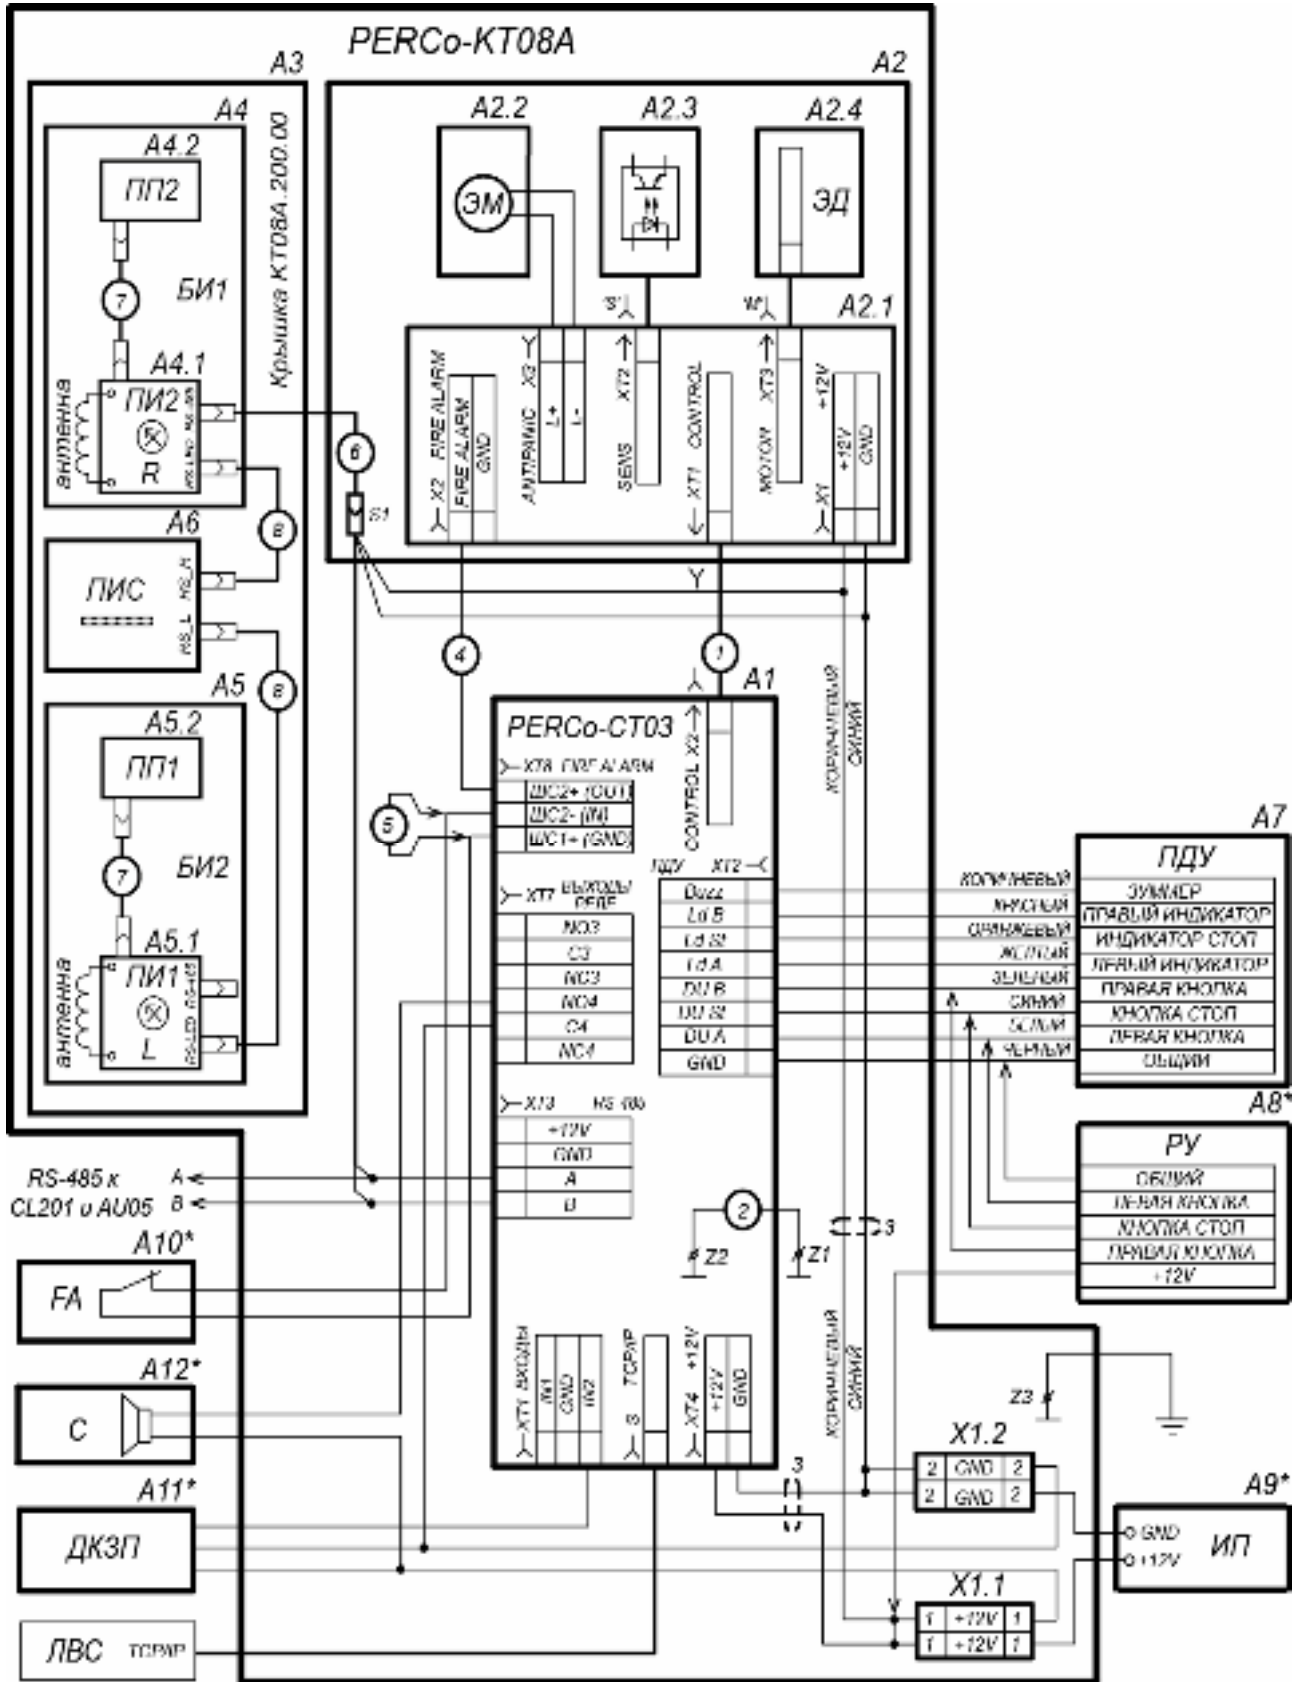

Рисунок 13. Схема подключения ЭП и дополнительного оборудования¹
10. Установите стойку ЭП на гильзы анкеров и закрепите ее болтами М10 (15) с помощью торцового ключа S17. При установке контролируйте вертикальность положения стойки с помощью уровня.
11. Установите заглушки (16) из комплекта поставки.
12. Согласно схеме, приведенной на рис. 13, произведите подключения: